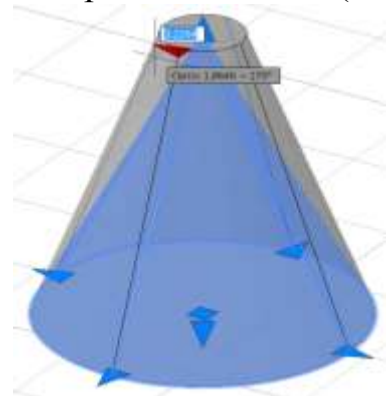

Рис. 136. Построение усеченного конуса
3. **Конус**. Поверхность строится по аналогии с цилиндром. Для создания усеченного конуса, необходимо выделить поверхность и, потянув боковую синюю ручку вершины в сторону, задать величину радиуса/диаметра верхнего основания (рис. 136);